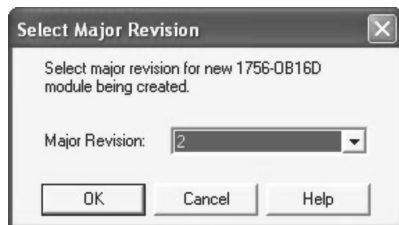

图 2-10 主版本选择对话框
14. 在列表中选择 1756-OB16D，然后单击“确定”（OK）。软件将要求选择模块的主版本，如图 2-10 所示。